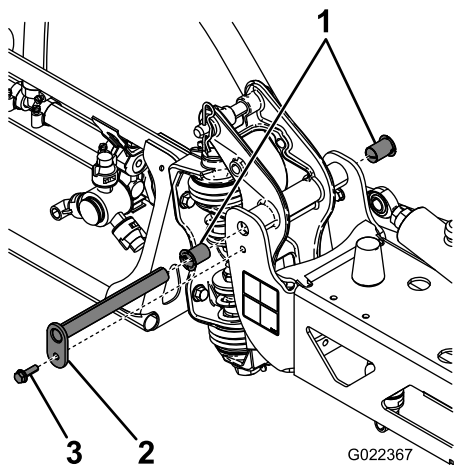

Figura 57
3. Quando il peso della barra è supportato, togliete il bullone e il dado che fissano il perno di articolazione nel gruppo barra (Figura 57).
4. Togliete il bullone e il dado che fissano il perno di articolazione, quindi togliete il perno (Figura 57).
6. Togliete le boccole di nylon dal lato frontale e posteriore della staffa orientabile e controllatele (Figura 57).
7. Spalmate le boccole di nylon con un velo d'olio e montatele nella staffa orientabile (Figura 57).
8. Montate la barra e la staffa orientabile nel telaio centrale, allineando i fori (Figura 57).